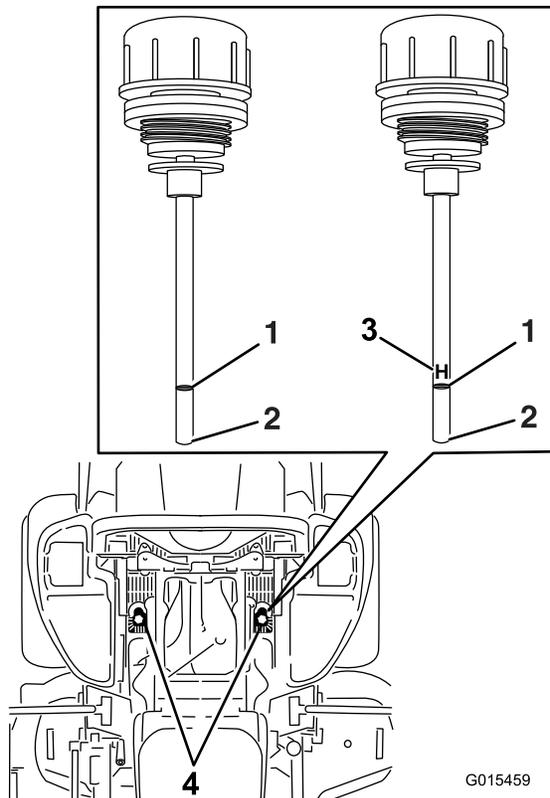

Figura 90
6. Pulite l'area attorno all'asta di livello dei serbatoi dell'impianto idraulico (Figura 90).
7. Togliete un'asta di livello dal serbatoio idraulico (Figura 90).
9. Togliete l'asta e controllate l'estremità (Figura 90).